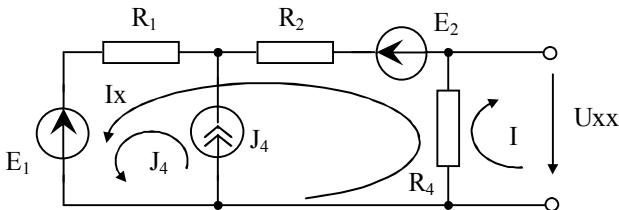

Рис. 5
1. Разрываем цепь в указанном нами участке. Находим U_{XX} по второму закону Кирхгофа, для этого рассматриваем контур I в схеме рис. 5.